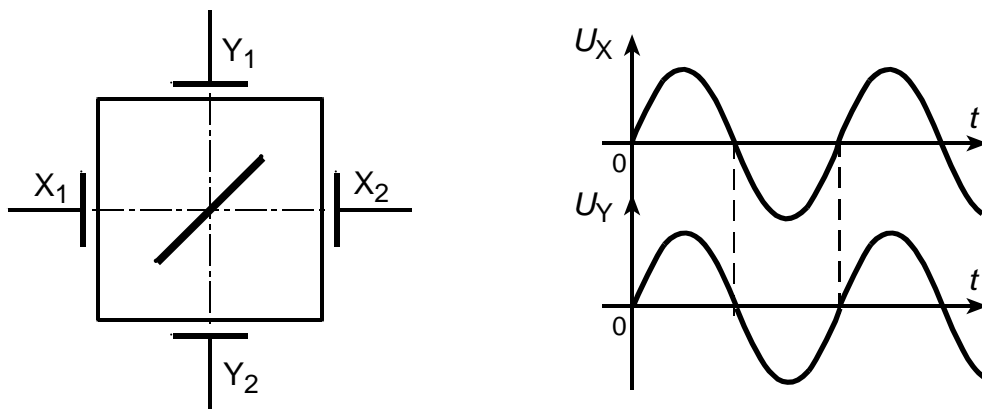

Рис. 3.3. Изображение на экране ЭЛТ при подаче на ОП двух синфазных синусоидальных напряжений
4. Если подать одновременно две синусоиды на X- и Y-пластины, то на экране будем видеть линию под углом 45° , при условии, что фазовый сдвиг между синусоидами отсутствует (рис. 3.3).